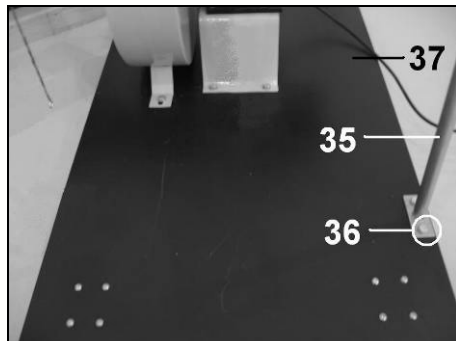

Fig 16
- Placez les supports (35) des collecteurs et fixez-les avec pour chacun 2 ensembles vis hexagonale/rondelle (36) que vous visserez directement dans le plateau (37) (Fig 16).
- Attention à bien orienter les supports (35) de façon à ce que les pattes de fixation des collecteurs soient tournées vers l'intérieur du plateau.